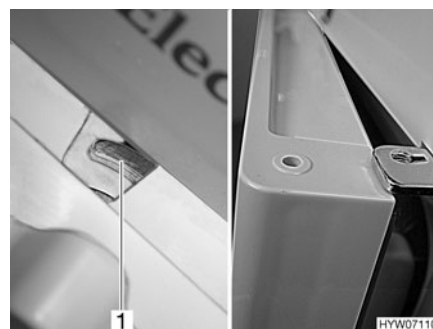

Fig. 198 Puerta del frigorífico en posición de ventilación (Dometic de la serie 7)
- Empujar el bloqueo completamente hacia la derecha. La puerta del frigorífico se fija con ayuda del bloqueo (Fig. 198,1). De este modo, la puerta del frigorífico quedará ligeramente abierta (Fig. 198).